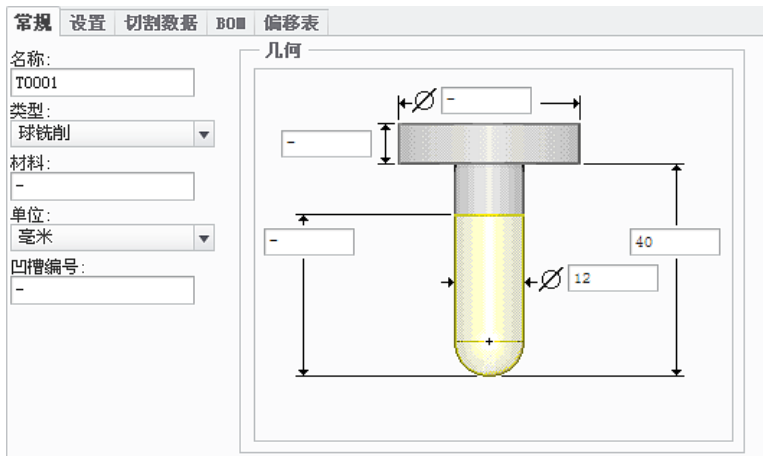

图 10.1.11 设定刀具一般参数
Step4. 在弹出的“刀具设定”对话框的选项卡中设置图 10.1.11 所示的刀具参数，设置完毕后依次单击和按钮，返回到“铣削工作中心”对话框。在“铣削工作中心”对话框中单击按钮，返回到“操作”操控板。